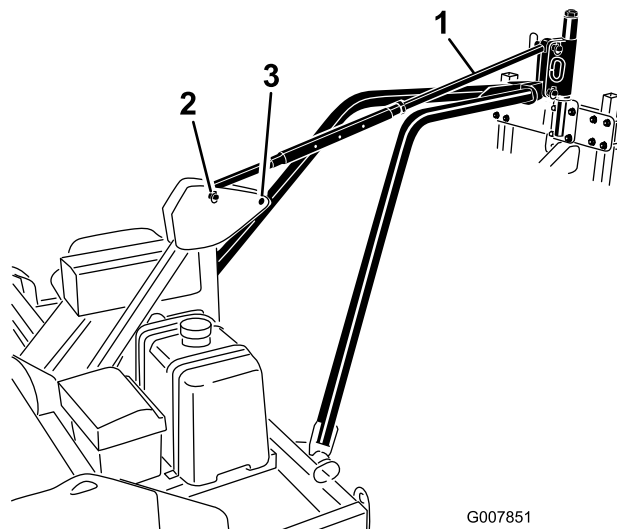

Figura 14
- Alinhe o furo na placa de engate do braço de reboque com os furos inferiores no engate articulado do aerificador (Figura 14).
- Prenda o tubo de controle de engate aos furos superiores no engate articulado do aerificador e estrutura articulada do engate com pinos de articulação e pinos de sujeição (Figura 14).